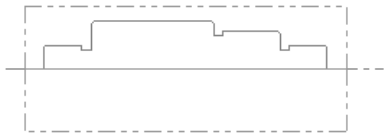

图 18.2 预览工件形状和位置
65.0, 在 **长度:** 文本框中输入值 170.0, 在 **轴向位置** 区域的 **Z:** 文本框中输入值 160.0, 其他参数采用系统默认设置值; 单击 **预览车床边界** 按钮查看工件, 如图 18.2 所示。按 Enter 键, 然后在“机床组件管理 - 材料”对话框中单击 **✓** 按钮, 系统返回至“机器群组属性”对话框。